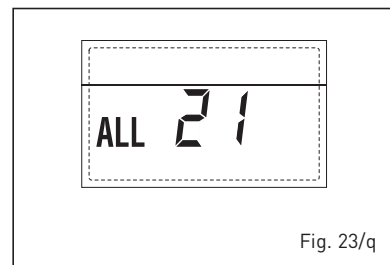

Fig. 23/q
**- INTERVENÇÃO TERMÓSTATO DE SEGURANÇA SEGUNDA ZONA MISTURADA "ALL 22" (fig. 23/r)**